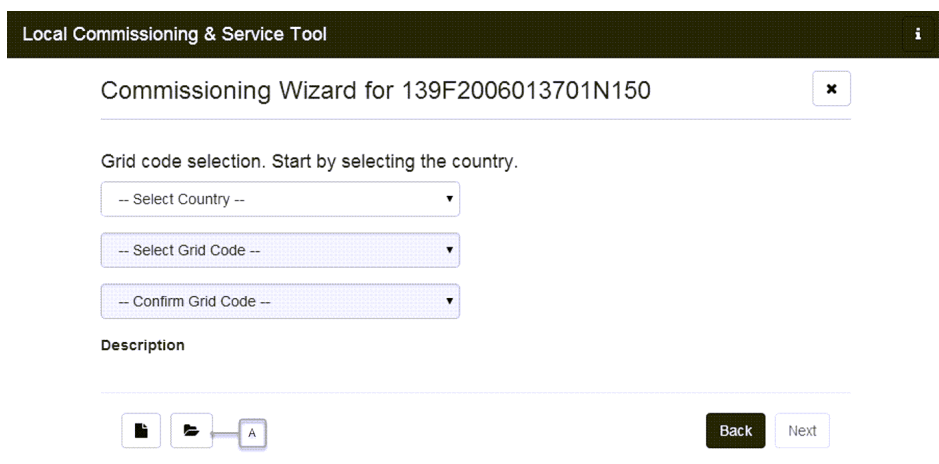

Imagen 15: LCS-Tool - selección de país y código de red
9. Para cargar un registro de datos nacionales específico del cliente (archivo JSON), seleccione en Grid code selection el símbolo de abrir (símbolo de abrir: botón (A) en imagen 15).